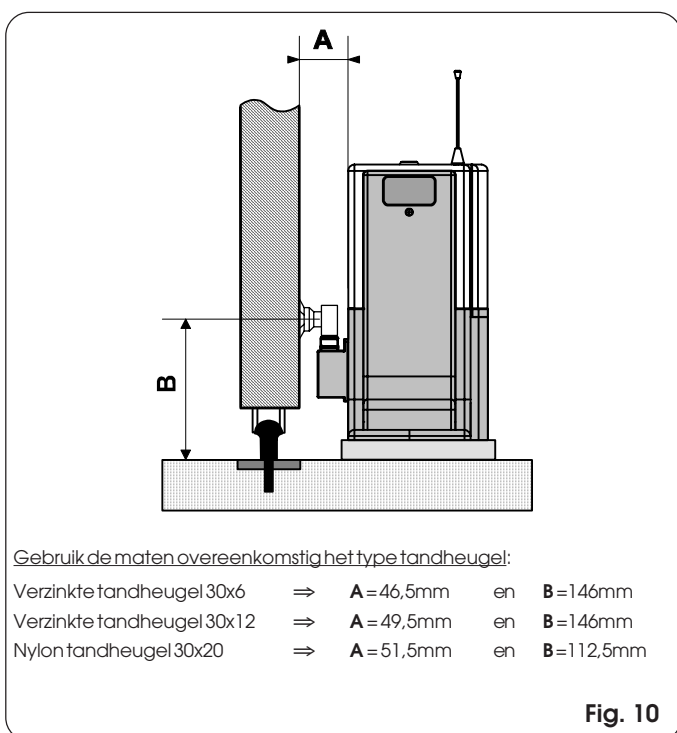

Fig. 10
- Stel de afstand van de aandrijving tot de poort af aan de hand van fig. 10.